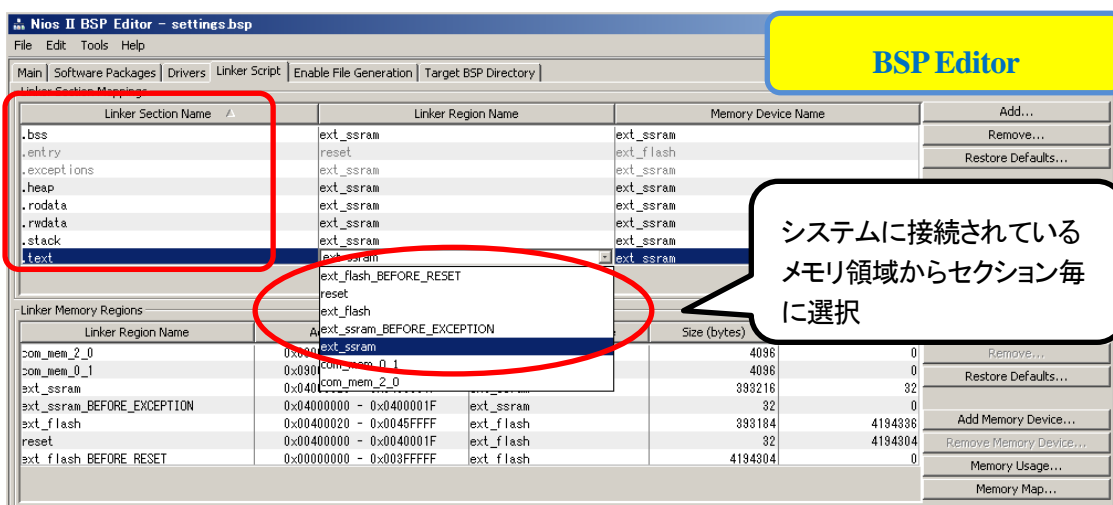

図 2-2-1 Linker Script
- (手順4) [Linker Script] タブにて各セクションのメモリ配置を選択(図 2-2-1)